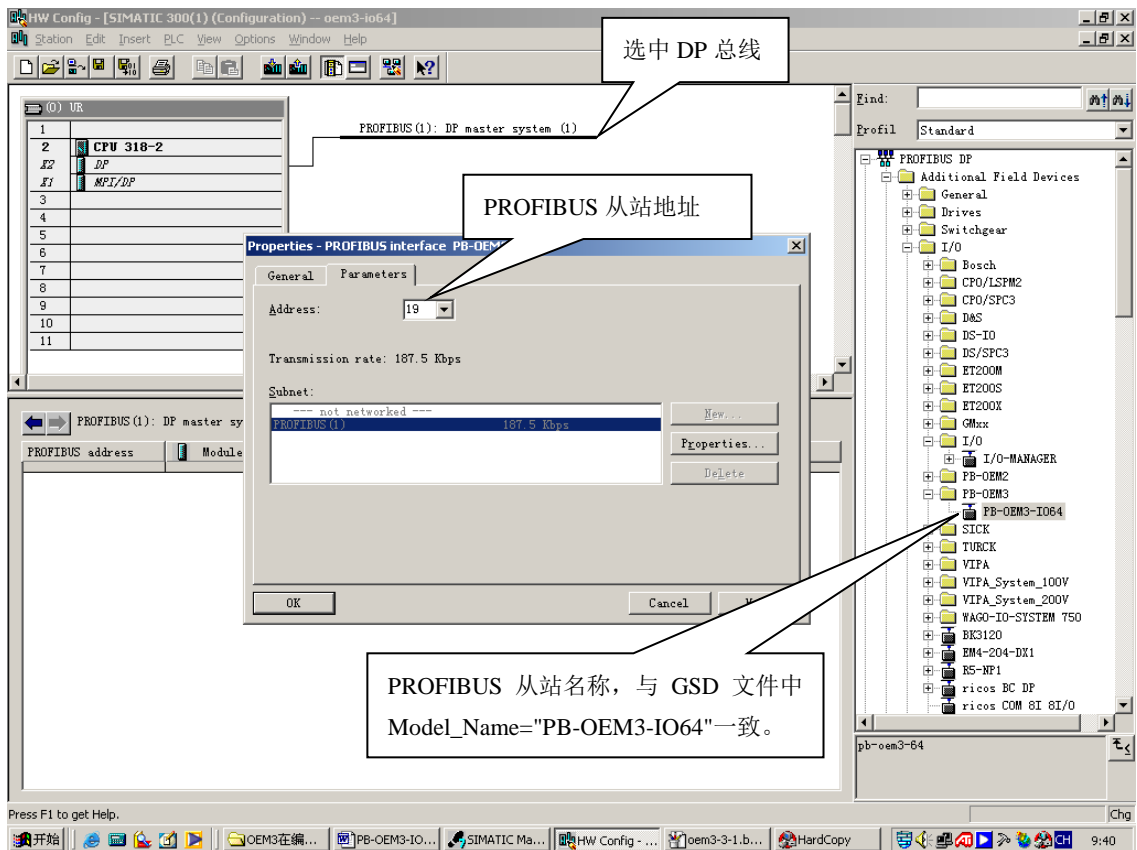

图 4-5 在 PROFIBUS 主站下加入 DP 从站 PB-OEM3-IO64
- ④ 选中DP master systems横线, 找到PROFIBUS DP \Additional Field Device \I/O \PB-OEM3 \PB-OEM3-IO64, 并双击 PB-OEM3-IO64, 就可将从站加到DP总线上, 在对画框中输入从站地址, 本例设从站地址为19号。见下图4-5所示: